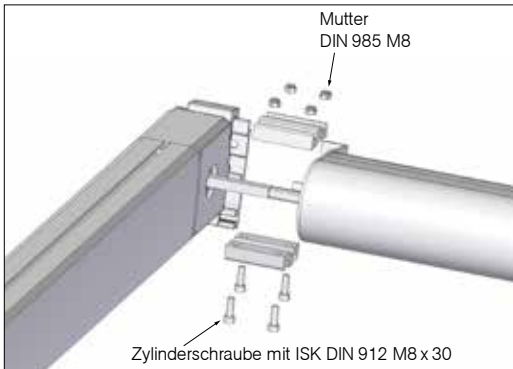

Abb. 23
- » Die beiden Flansche gegeneinander verschrauben, so dass die Vierkante geklemmt werden (Abb. 23).